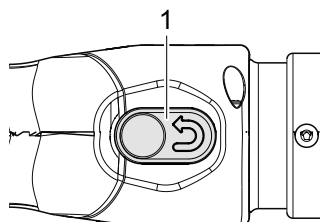

Fig. 12: Pulsar el botón de reinicio
1. Pulse el botón de reinicio (Fig. 12/1).